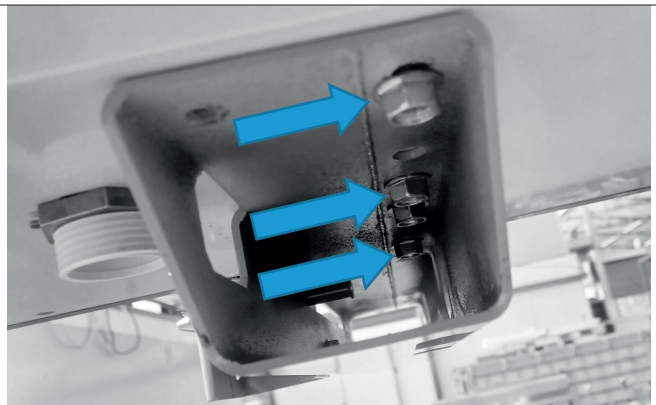

Fig. 43
- Fixer le longeron au montant vertical en le maintenant au niveau du bas du banc ("Fig. 41) puis fixez-le sous la base du banc (Fig. 42" et "Fig. 43", "Pag. 30").